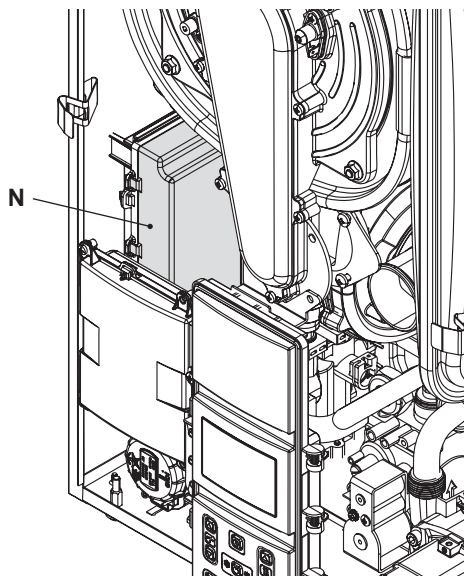

Figura 5.19
- Individuare il coperchio copri morsettiera N (Figura 5.19) ed aprirlo.